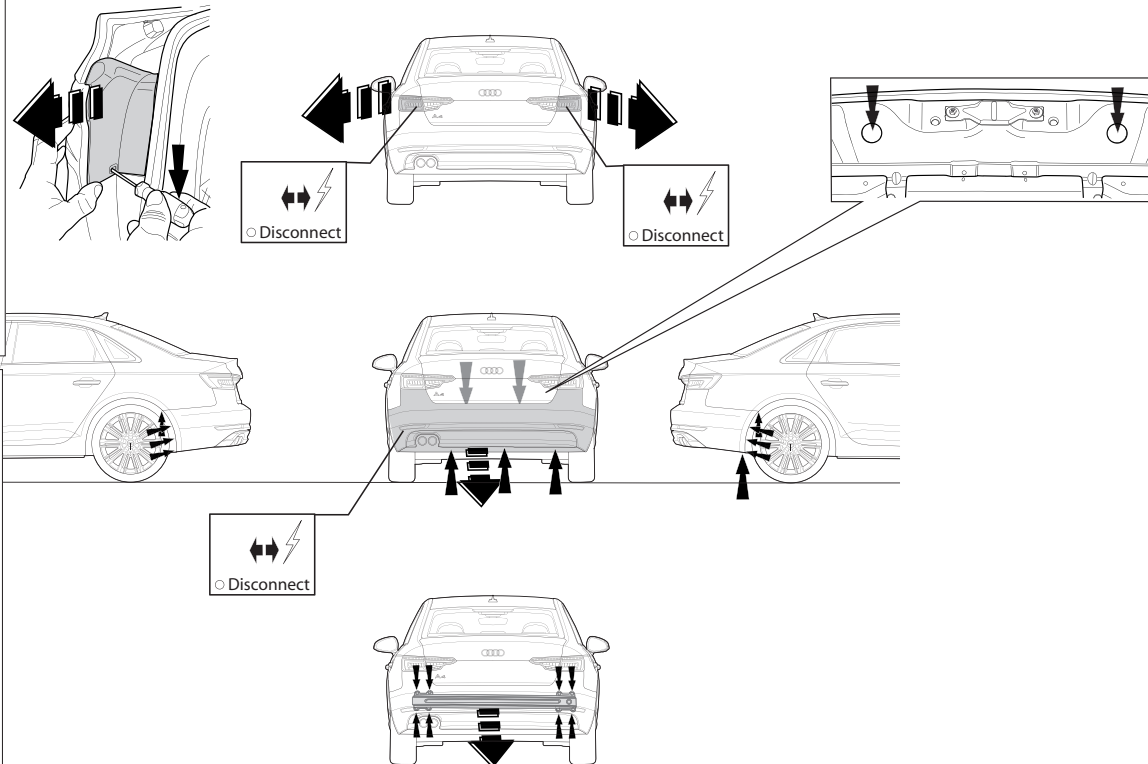

Fig. 1
1. Снять бампер вместе со стальным буферным брусом автомобиля. Буферный брус больше не понадобится. Поставить болты на место. См. рисунок 1.